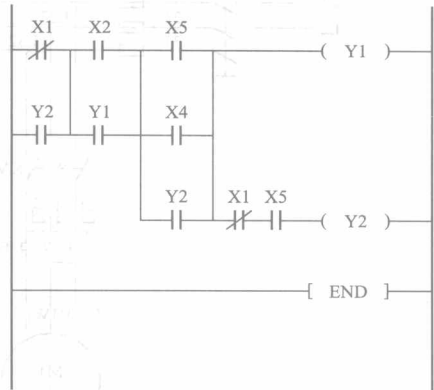

图 7 三相异步电动机顺序电路三菱 FX2N 系列 PLC 控制梯形图
(3) 三相异步电动机顺序电路三菱 FX2N 系列 PLC 控制梯形图如图 7 所示。